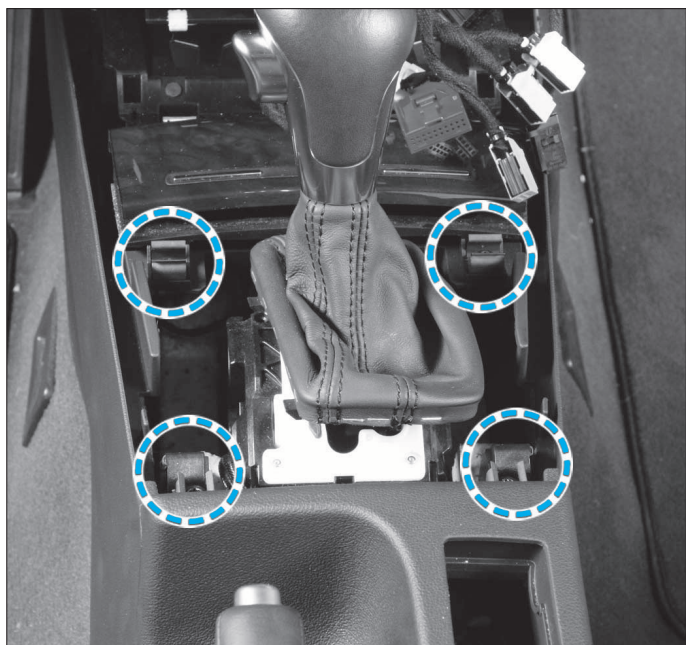

FIG. 49
- Déposer les 4 vis, situées sur chaque agrafe de la plaque d'ornement, en repérant leur sens de montage (Fig.49).